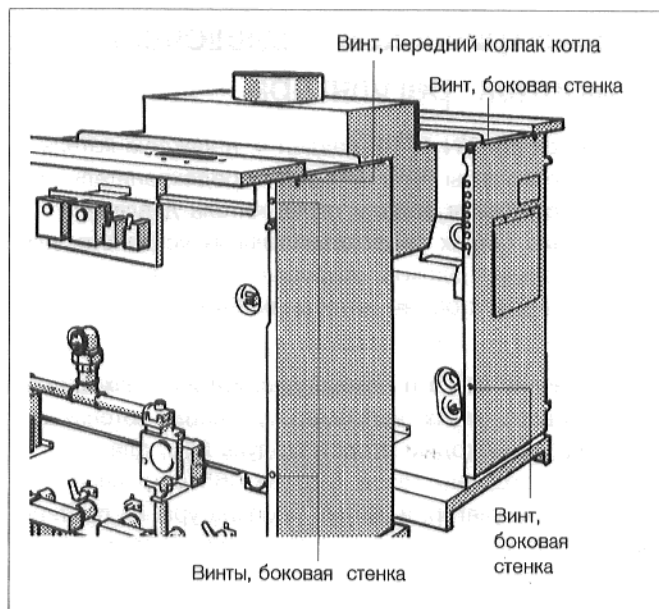

Рис. 10. Боковые стенки и передний колпак котла
- Закрепить одну боковую стенку, при помощи двух винтов для листового металла, к промежуточной стенке на передней стороне котла (рис. 10).
- Закрепить боковую стенку, при помощи винта для листового металла, у поперечины на верхней стороне котла (рис. 10).
- Закрепить боковую стенку, при помощи винта для листового металла в гайке с защелкой, к обратной стороне котла (рис. 10).
- Закрепить, при помощи двух винтов для листового металла, обе боковых накладки переднего колпака котла, к боковым стенкам (рис. 10).